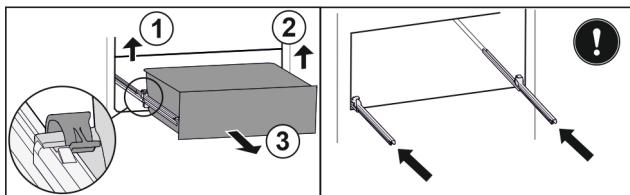

Fig. 188
- ▶ Linke Klemme anheben und gleichzeitig Schubfach links nach vorne ziehen. *Fig. 188 (1)*
- ▶ Rechte Klemme anheben und gleichzeitig Schubfach rechts nach vorne ziehen. *Fig. 188 (2)*
- ▶ Schubfach nach vorne entnehmen. *Fig. 188 (3)*